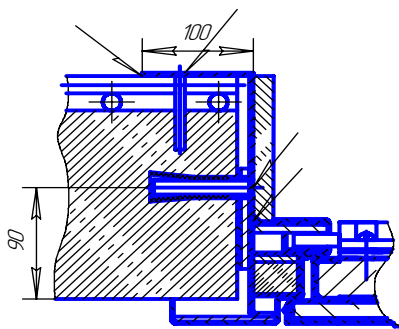

Рис.1
- 5.4. При невозможности монтажа двери в соответствии с п. 5.3, дверь может крепиться посредством анкеров $\Phi 12$ мм. и длиной 120 мм. в строительную конструкцию стен и дополнительного обхвата строительного проёма металлическими пластинами толщиной 3мм., шириной не менее 100мм. и требуемой длины, которые привариваются на месте к проушинам на дверной коробке (см. рис. 1) и к закладным элементам стены.